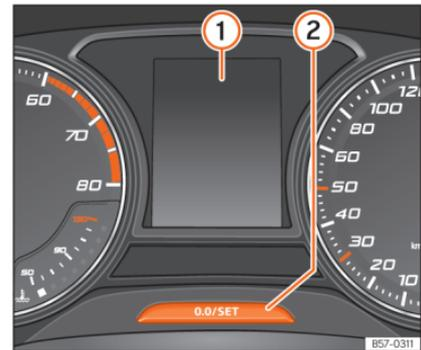

Abb. 41 Kombiinstrument
Die Service-Intervall-Anzeige erscheint im Display des Kombiinstrumentes **» Abb. 41 1**.
Die Taste **[0.0/SET]** länger als 5 Sekunden gedrückt halten, um die Service-Meldung abzufragen »» **Abb. 41** .
- Schalten Sie die Zündung aus, drücken Sie die Taste **[0.0/SET]** »» **Abb. 41**  und halten Sie diese gedrückt.